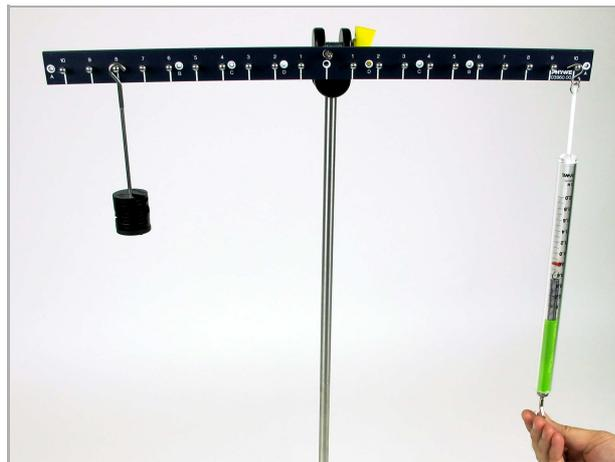

Abb. 9
2. Nimm jetzt den Gewichtsteller mit allen 9 aufgelegten Gewichten und hänge ihn an verschiedenen Stellen des Hebels auf (Abb. 9).